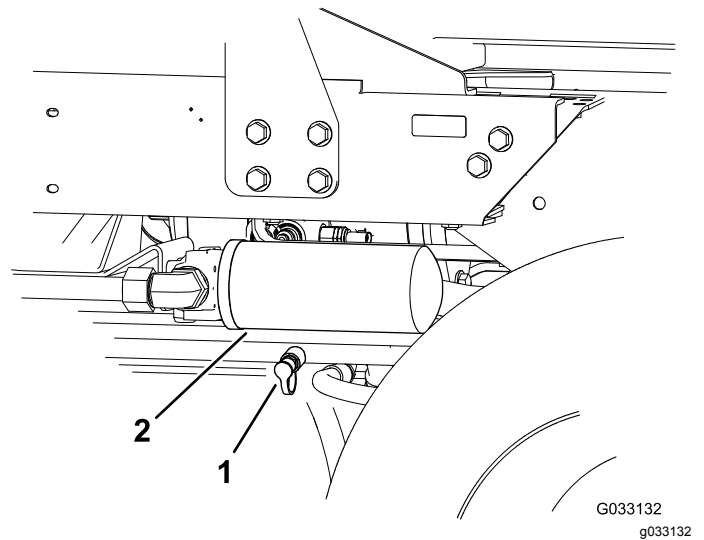

Figura 39
2. Conecte una manguera hidráulica entre el acoplamiento diagnóstico del colector de tracción trasera, y el punto de prueba de presión de tracción en marcha atrás (Figura 39).